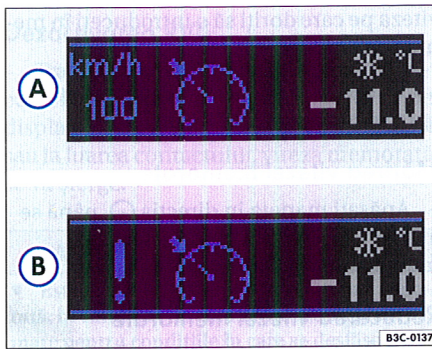

Fig. 131 Reprezentarea de pe display-ul din tabloul de instrumente
La dezactivarea temporară, viteza memorată în acest moment se va păstra. Ea va fi afișată pe display în cifre mici ⇒ fig. 131 ①.
- Dacă pe display apare "!" ⇒ fig. 131 ② înseamnă că există o defecțiune internă. RVC poate fi activat numai după remedierea defecțiunii și după luarea și punerea contactului. ◀